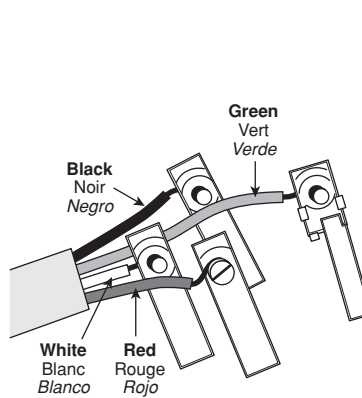

FIG. 4
4. Insert only the stripped end of the white conductor into the terminal clamp with the silver screw on the "L" blade for the 30 Amp installation or the flat blade for the 50 Amp installation. Tighten terminal clamp securely with screw head facing left as shown in **Fig. 4**.
5. Insert only the stripped ends of the red and black conductors into the two terminal clamps with brass screws on the two flat blades and tighten terminal clamp screws securely, with screw heads facing left and right, as shown in **Fig. 4**.
6. Insert only the stripped end of the green ground wire into the terminal clamp with the green screw on the U-shaped blade and tighten the green terminal screw clamp securely, with the screw head facing left, as shown in **Fig. 4**.
4. Insérer l'extrémité dénudée seulement du conducteur blanc dans la borne dotée d'une vis argent sur la lame en « L » (dispositifs de 30 A) ou plate (dispositifs de 50 A). Serrer fermement la vis, en faisant en sorte que sa tête soit orientée vers la gauche, tel qu'illustré à la **figure 4**.
5. Insérer les extrémités dénudées seulement des conducteurs rouge et noir dans les bornes dotées de vis laiton sur les deux lames plates, et serrer fermement les vis, en orientant leur tête vers la gauche et la droite, tel qu'illustré à la **figure 4**.
6. Insérer l'extrémité dénudée seulement du fil de terre vert dans la borne dotée d'une vis verte sur la lame en « U », et serrer fermement la vis, en orientant sa tête vers la gauche, tel qu'illustré à la **figure 4**.
4. Inserte sólo la punta pelada del conductor blanco en la abrazadera terminal con el tornillo plateado en la cuchilla L, para una instalación de 30 Amp. O en la cuchilla plana para una instalación de 50 Amp. Apriete firmemente el tornillo terminal de la abrazadera con la cabeza hacia la izquierda, como se muestra en la **Fig. 4**.
5. Inserte sólo la punta pelada de los conductores rojo y negro en las dos abrazaderas terminales con los tornillos de latón en las dos cuchillas planas y apriete firmemente los tornillos terminales de la abrazadera, con las cabezas hacia la izquierda y derecha, como se muestra en la **Fig. 4**.
6. Inserte sólo la punta pelada del conductor verde a tierra en la abrazadera terminal con el tornillo verde en la cuchilla en forma de U y apriete firmemente el tornillo terminal verde de la abrazadera, con la cabeza hacia la izquierda, como se muestra en la **Fig. 4**.